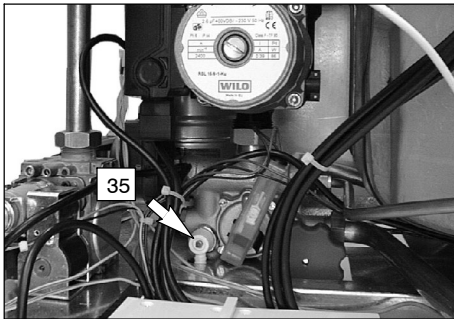

fig. 9.5
- 2 Abrir el grifo de vaciado del circuito primario 35 en la fig. 9.5